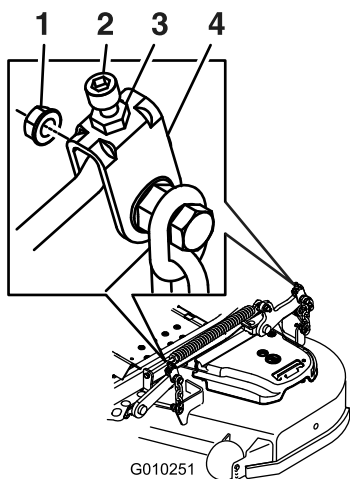

Figure 93
10. Le cas échéant, desserrez l'écrou Whizlock sur le côté de la chape et l'écrou de blocage sur le dessus (Figure 93).
17. Ajustez précisément la vis de réglage en la tournant jusqu'à obtention d'une hauteur de 8,3 mm (3,25 po) (Figure 93).